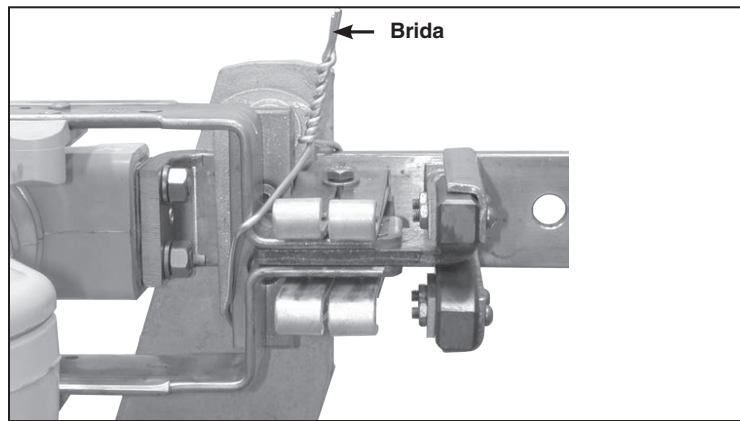

Figura 6. Amarre la cuchilla del interruptor a los contactos principales.
**PASO 4.** Para minimizar los tardados ajustes finales, asegúrese que el interruptor esté completamente cerrado. Sujete las cuchillas del interruptor al ensamble del contacto estacionario principal. Ver Figura 6.